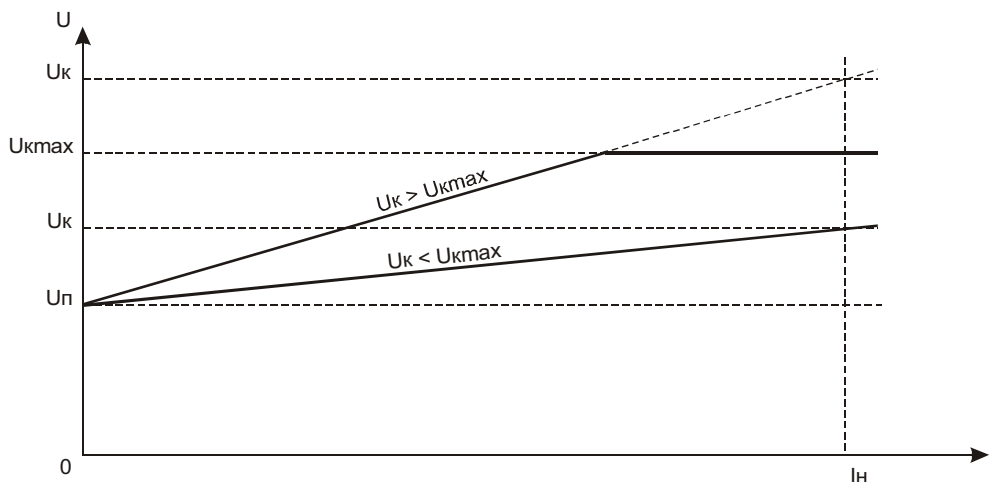

Рис. 1. Зависимость напряжения компенсации ($U_{к1}$) от тока нагрузки.
1.3.3 Конструктивно регулятор представляет собой металлический каркас со съемными боковыми крышками, в котором размещаются модули (кроме модуля КИ). Модуль КИ размещается на передней панели регулятора. Внешний вид регулятора показан на рис. 1 и рис. 2 приложения.
Переменная $U_{к1}$ – есть функция от $I_{вв}$ и $I_{ск}$ (см. рис. 1). Она вычисляется постоянно при расчете $U_{пр}$. Если значение $U_{к1}$ превышает значение уставки $(U_{к})_{max}$, то принимается $U_{к1} = (U_{к})_{max}$.